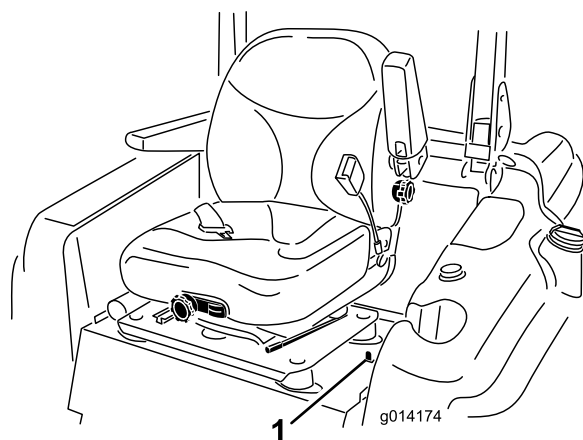

図 19
1. 運転席の左側に配置されている座席固定ラッチを後ろに倒すと、運転席全体を前に倒せるようになる(図 19)。